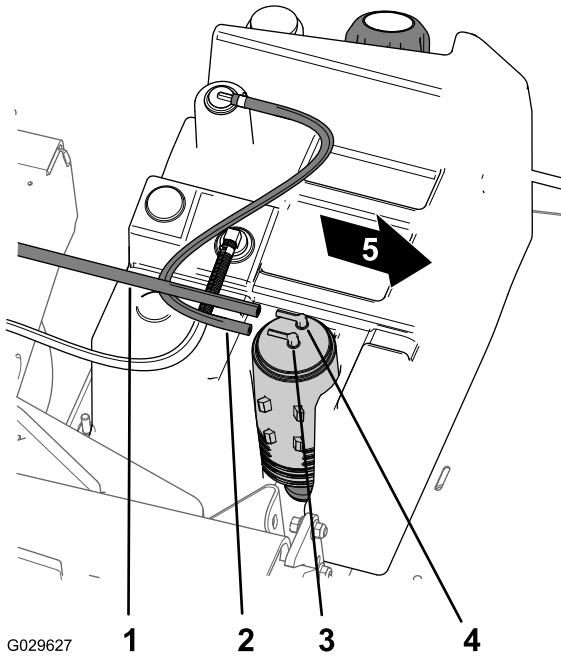

図 43
- カーボンキャニスタの Purge と書かれたフィッティングから、バキュームホースを外す 図 43。
- カーボンキャニスタの Fuel Tank 燃料タンクと書かれたフィッティングから、ホースを外す 図 43。
- カーボンキャニスタの Purgeと書かれたフィッティングにバキュームホースを取り付ける 図 43。